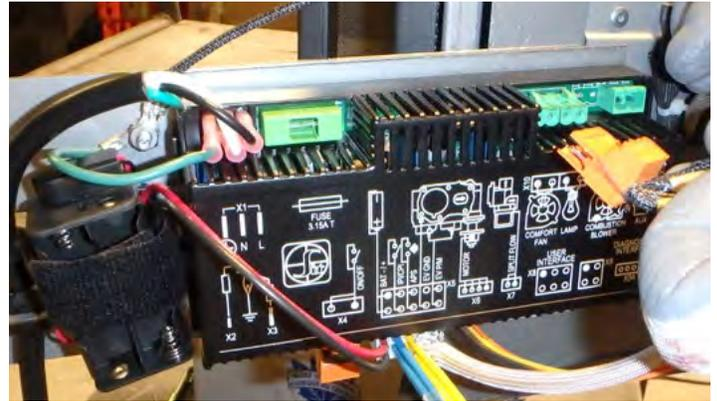

Figure 20.9.02:
8. Tirez sur l'ampoule pour la retirer. Voir **Figure 20.9.02**.